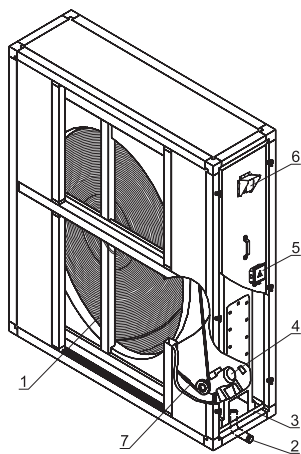

Рисунок 39
В корпусе секций (рис.39) на валу вращается роторный теплообменник (1), приводимый в движение ременным приводом (7) от электродвигателя (4). Проходящий через верхнюю часть ротора отработанный теплый (холодный) воздух нагревает (охлаждает) её, и при последующем её вращении - вниз она проходит в потоке приточного холодного (теплого) воздуха отдает тепло (холод) ему.